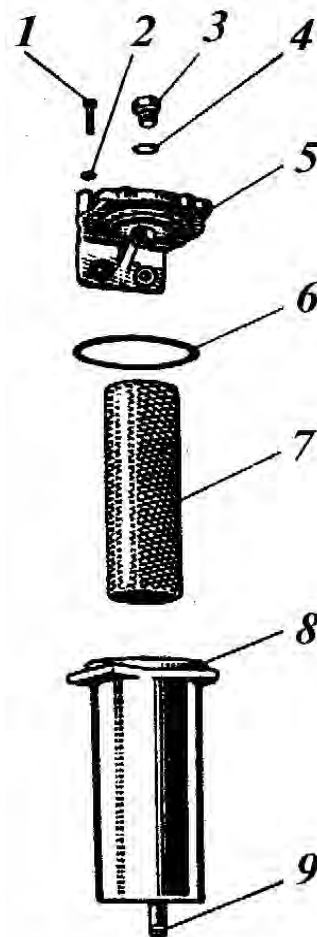

Рис. 11.33. Фильтр грубой очистки топлива
2. Отверните четыре болта 1 (рис. 11.33) крепления колпака 8 фильтра к крышке 5, снимите